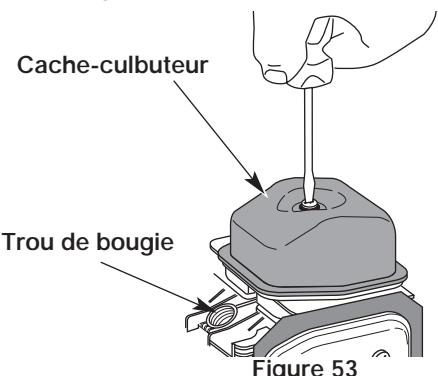

Figure 53
7. Nettoyez toute saleté autour du cache-culbuteur. Retirez la vis retenant le cache-culbuteur à l'aide d'un tournevis à lame plate large ou à mèche no. T-25 Torx (Fig. 53). Enlevez le cache-culbuteur et le joint.
- Le piston est au sommet de sa course lorsqu'on regarde par le trou de la bougie (Fig. 53)